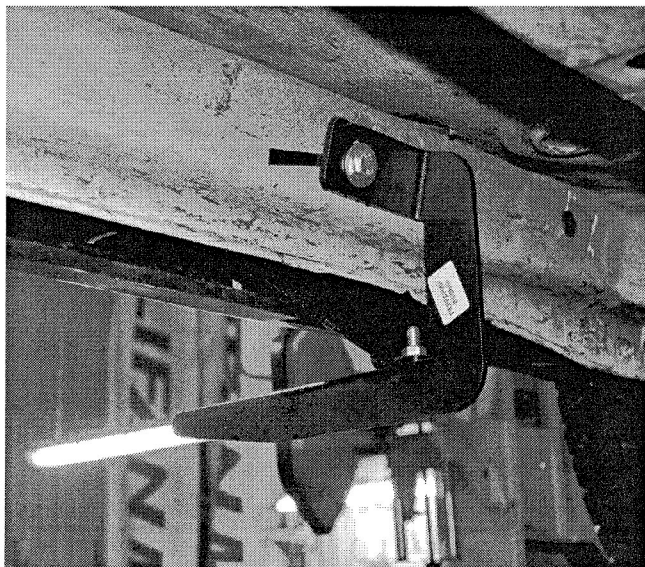

Рис. 1
6. При помощи болта M8x30 и гайки M8 стянуть между собой опору переднюю и кронштейн передний (рис.1).